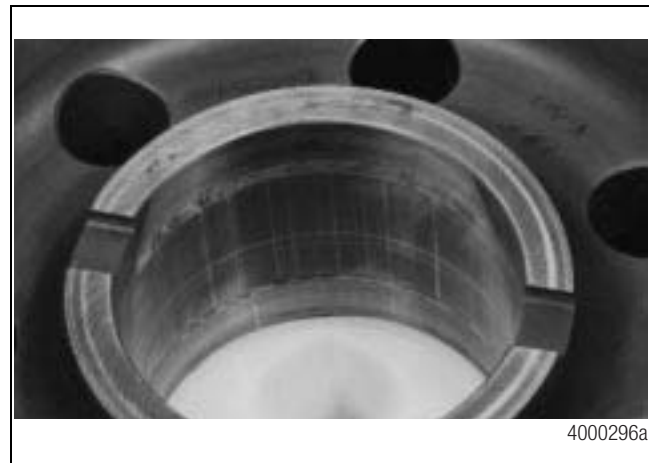

Figure 5.9
- Rayures profondes ou transfert métallique le long de la portée interne des pignons d'entrée. Figure 5.9.